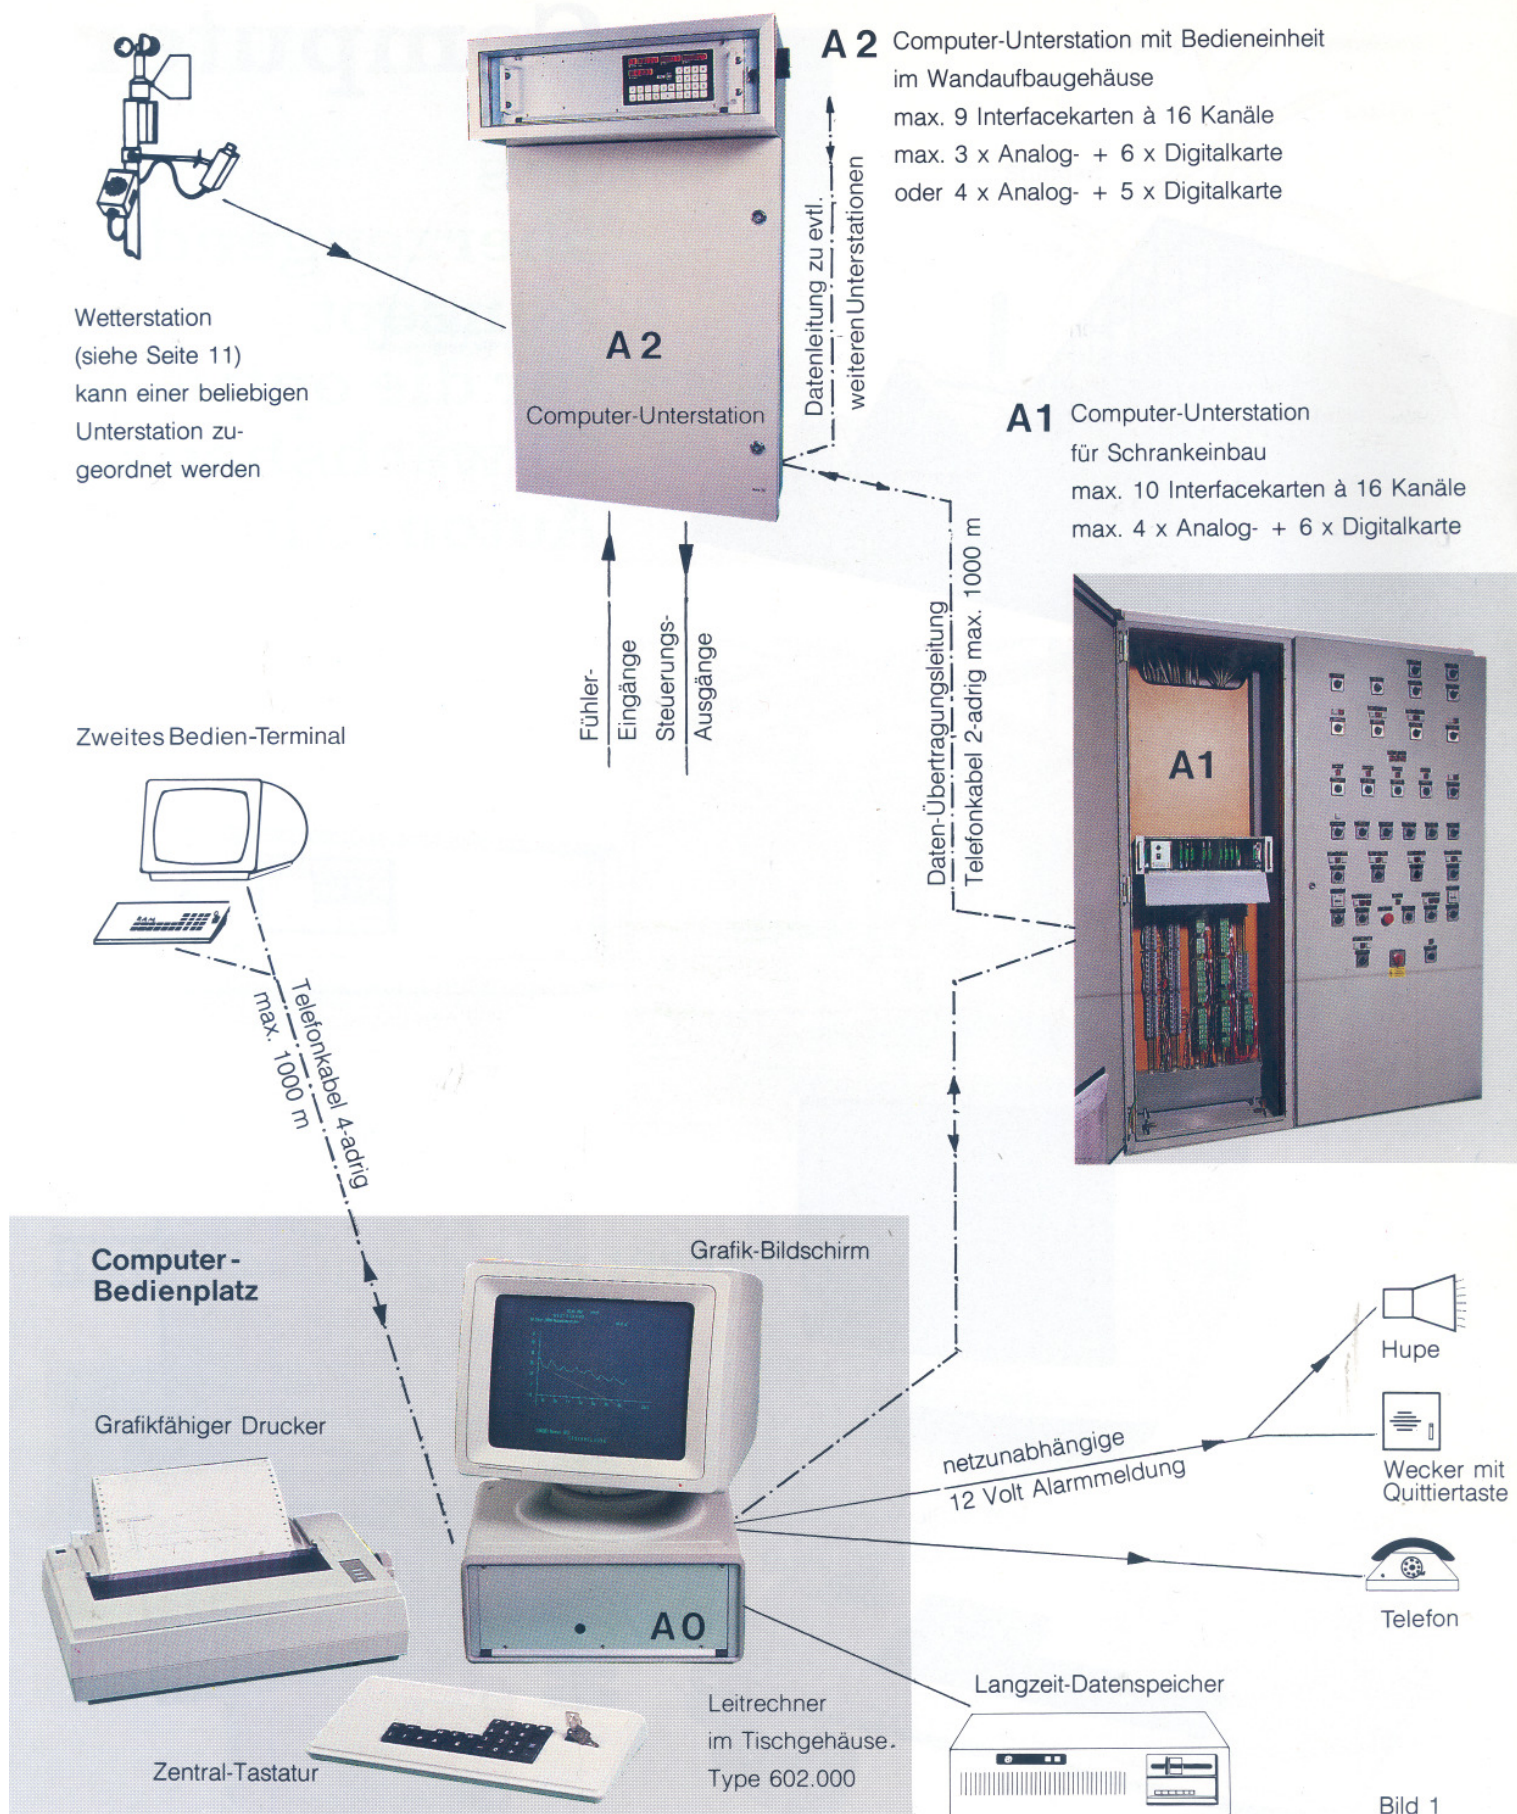

Bild 1
- 7** Der kostengünstige Leitreechner im Tischgehäuse (s. Bild 1) an den weder Fühler noch Steuerkabel angeschlossen werden, erlaubt eine beliebige Standortwahl des Computer-Bedienplatzes, die auch später leicht geändert werden kann. Das Datenübertragungskabel kann im allgem. ohne großen Aufwand an den neuen Standort verlegt werden.